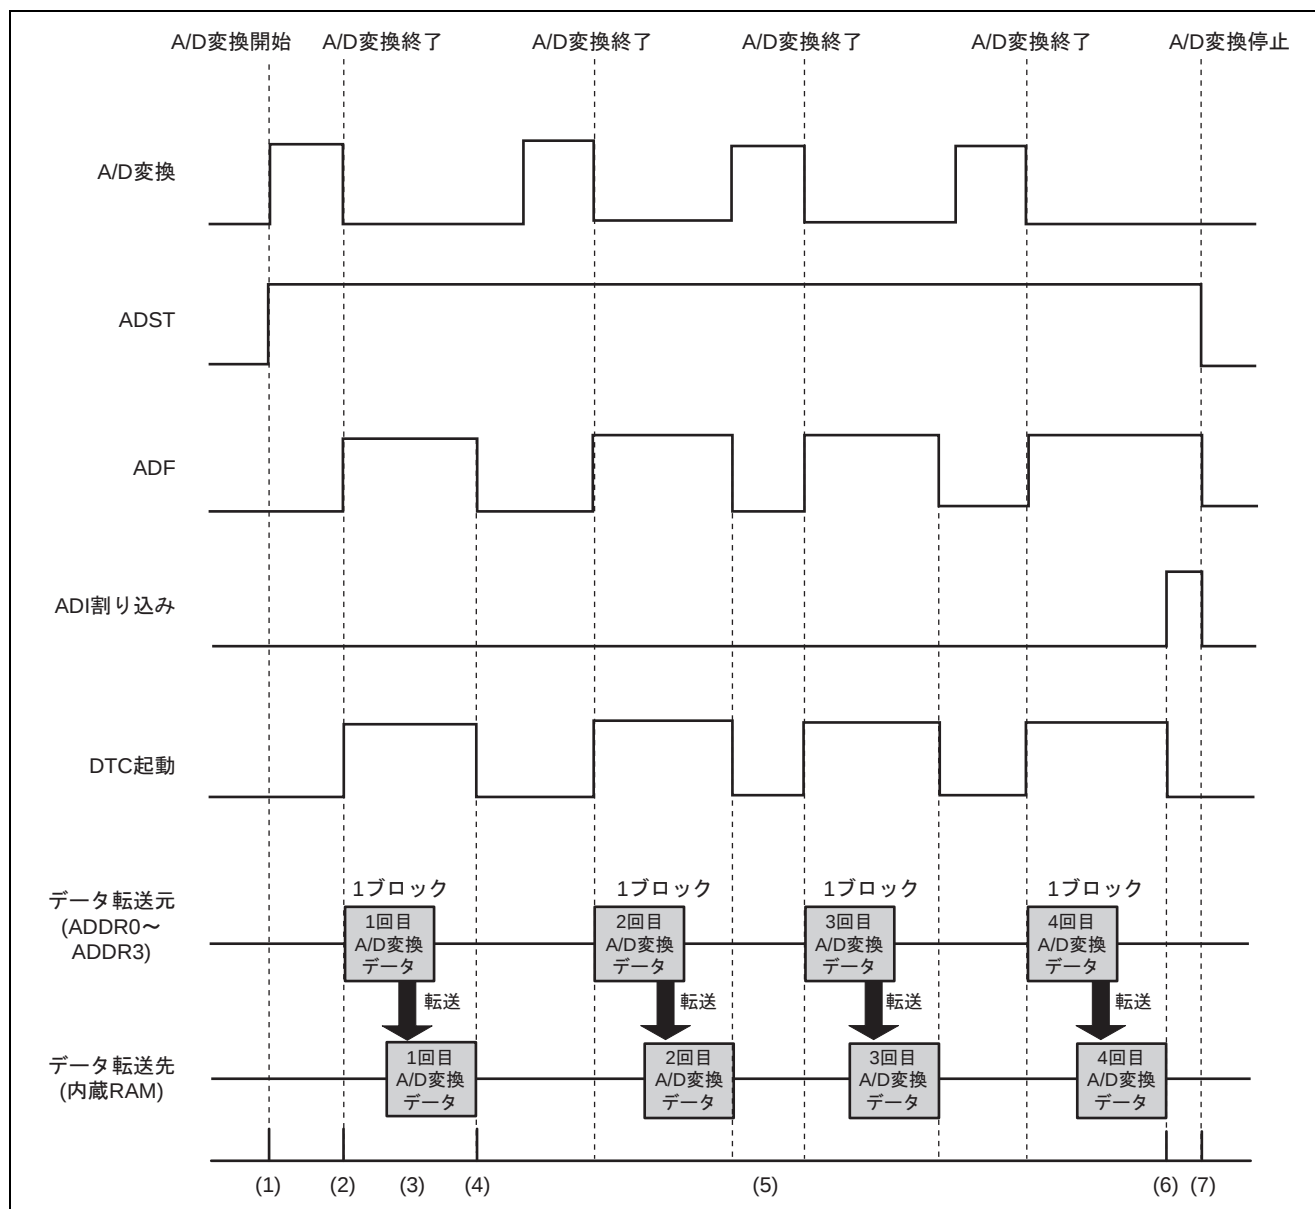

図 4 A/D 変換と DTC 転送のタイミング
A/D 変換と DTC 起動および転送のタイミングを図 4 に示します。また、処理内容を表 3 に示します。
まず、ADI 割り込みを許可に設定後、ADST ビットを'1'にセットして A/D 変換を開始します (図 4 (1))。A/D 変換終了により、ADF ビットが自動的に'1'にセットされると、ADI 割り込み要求が発生し、DTC が起動されます (図 4 (2))。ただし、ADI 割り込み要求が起きても、DTC が起動された場合、割り込みは発生しません。そして ADDR0 ~ ADDR3 に格納された A/D 変換データを 1 ブロックとしてまとめて事前に確保した RAM 領域に DTC によって転送します (図 4 (3))。データ転送が終了すると ADF ビットは自動的にクリアされます (図 4 (4))。本応用例は連続スキャンモードのため、ADST ビットは自動的にクリアされません。ADST ビットは操作せずに、A/D 変換と DTC 転送を 3 回繰り返します (図 4 (5))。最後 (4 回目) の DTC 転送が終了し ADF ビットが'1' にセットされると、DTCE ビットが自動的にクリアされ、ADI 割り込みが発生します (図 4 (6))。ADI 割り込み内で、ADST ビットをクリアし、A/D 変換を停止させます (図 4 (7))。